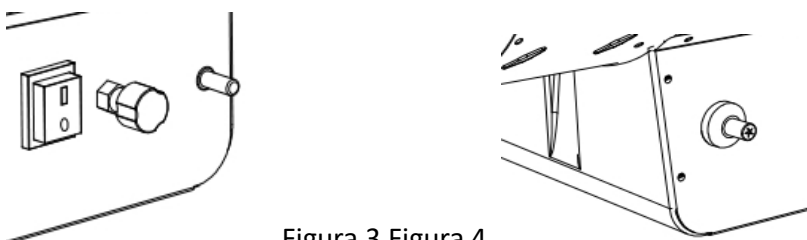

Figura 3 Figura 4
- Regular a chama e a potência rodando o botão de regulação no sentido contrário ao dos ponteiros do relógio para aumentar ou no sentido dos ponteiros do relógio para diminuir. (Figura 3).